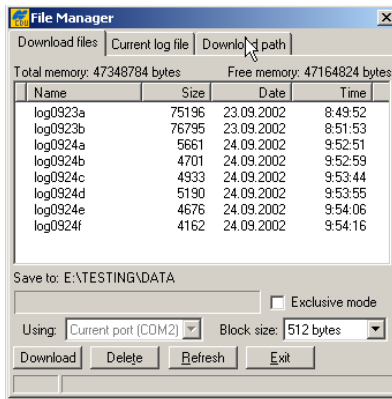

Figura 5-10. Encontrar Archivos para Descargar
- Haga clic en **File ► File Manager** (Archivo ► Administrador de Archivos), a continuación haga clic en la pestaña **Download path** (Ruta de descarga) en el cuadro de diálogo **File Manager** (Administrador de archivos) (Figura 5-10).